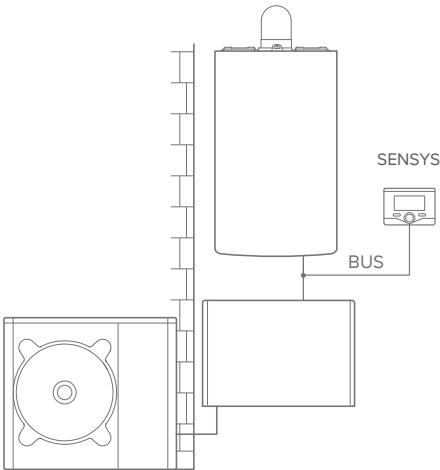

fig.7
**Tipo 4****Ativação de TD e TC num sistema híbrido base (fig.7)**